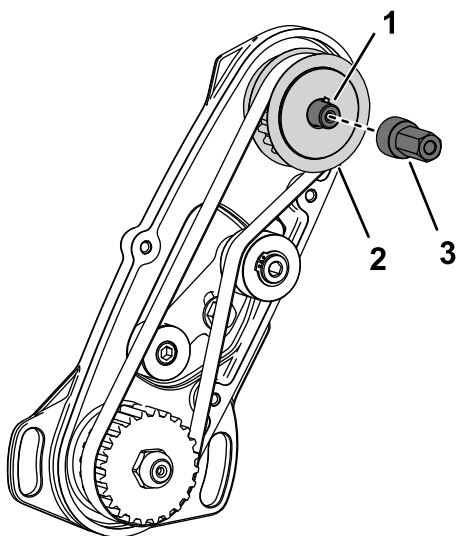

Рисунок 8
4. Зафиксируйте ведущий шкив для предотвращения его поворота и установите приводную ступицу на вал привода барабана (Рисунок 8).